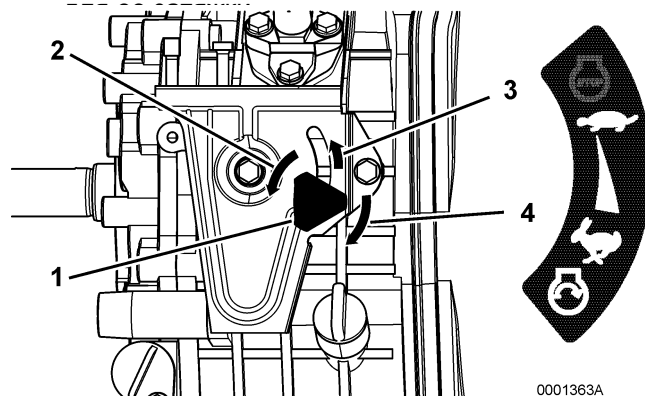

Рисунок 21
- 1- Переключить рукоятку регулятора оборотов двигателя (**позиция 1, Рисунок 21**) влево (**позиция 2, Рисунок 21**).
- 2- Перевести рукоятку регулятора оборотов двигателя в положение STOP (**позиция 3, Рисунок 21**).
- 3- Переключить рукоятку регулятора оборотов двигателя вправо (**позиция 4, Рисунок 21**).